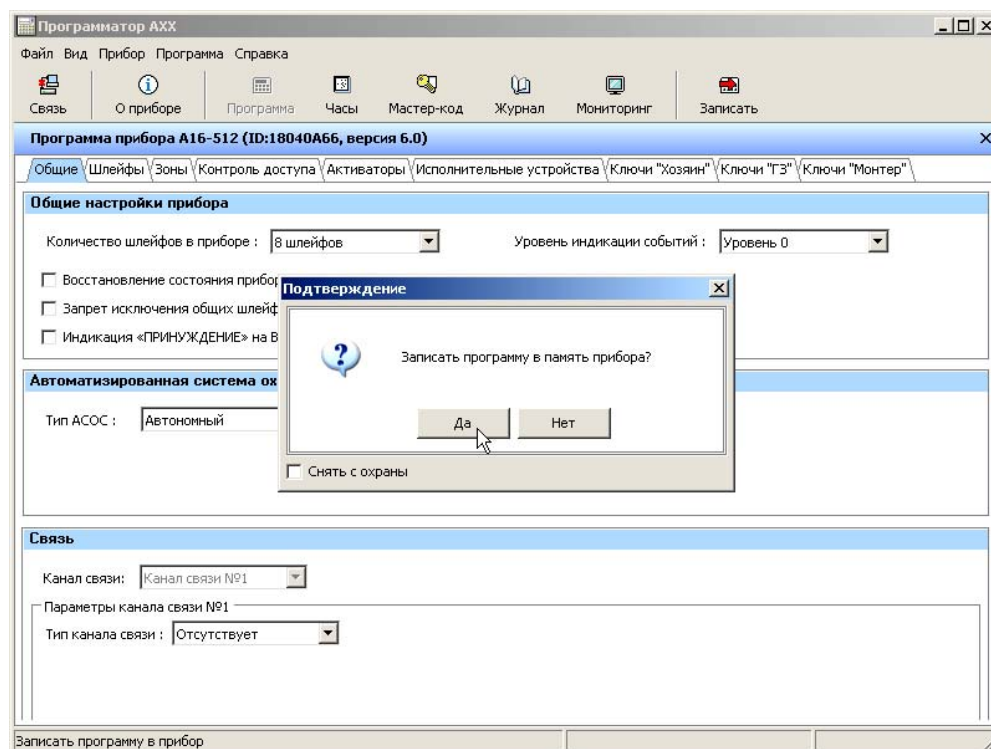

Рисунок 25 – Запись отредактированной конфигурации в память программируемого устройства
2.3.1.8 Сервисная иконка «Записать». Кликнув на иконку «Записать», возможно произвести запись отредактированной конфигурации в энергонезависимую память программируемого устройства, рисунок 25.